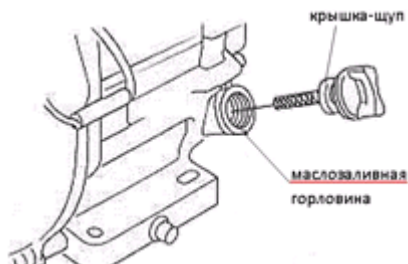

Рис. 10
1. Открутите крышку-щуп с горловины маслозаливного патрубка и протрите измерительный щуп. (см рис. 10)